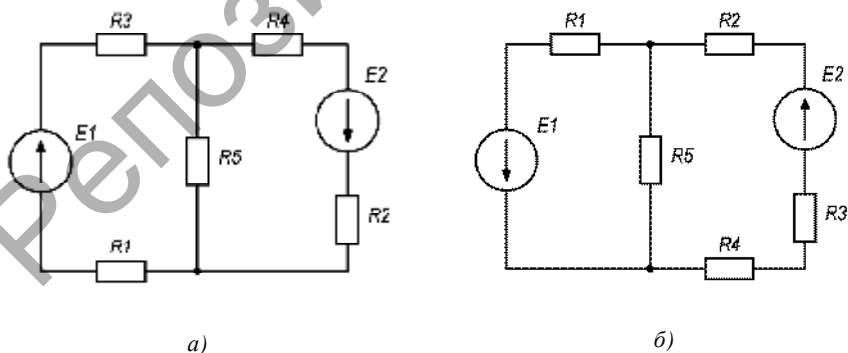

Рисунок 1.42
**Задача 1.22.** Указать направления токов на схеме цепи (рис. 1.42). По исходным данным таблицы 1.22, вычислить токи во всех ветвях, используя метод контурных токов. Проверить Расчёт по балансу мощностей.